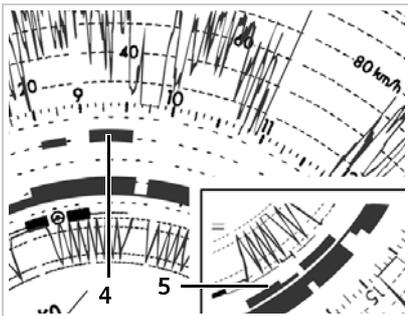

Abb. 34: Zusatzaufzeichnung bei MTCO 1324 bzw. MTCO 1390
Bei dem EC-Tachographen MTCO 1324 bzw. Tachographen MTCO 1390 gibt es bei der Zusatzaufzeichnung (4) Abweichungen gegenüber der älteren Tachographengeneration, siehe Abb. 34:
- Bei Geräten mit einem Messbereich von 20 bis 180 km/h befindet sich die Zusatzaufzeichnung an Pos. (5), zwischen Wegstrecken- und Zeitgruppenaufzeichnung.